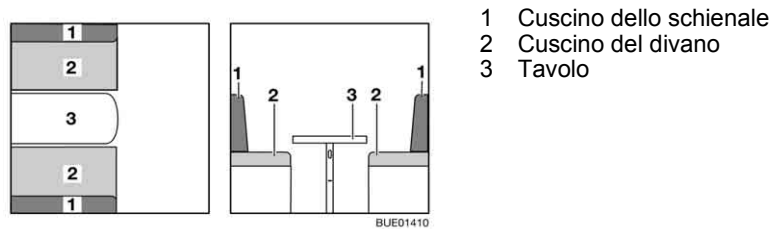

Fig. 113 Prima della trasformazione
- Trasformare il tavolo (Fig. 113,3) in struttura di supporto letto (vedi paragrafo 6.12).
- Rimuovere i cuscini dello schienale (Fig. 113,1) e posizionarne uno sul tavolo.